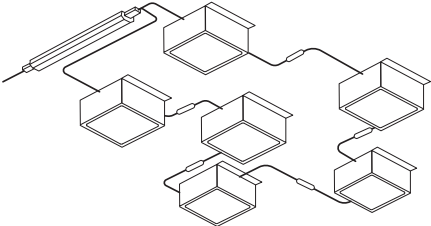

Рис.1.
3.3.2. Этот провод необходимо подключить к правому источнику питания с помощью внешнего клеммника (в комплект не входит) в соответствии со схемой, изображенной на рис.1; модель SPO-646 не имеет вывода провода.